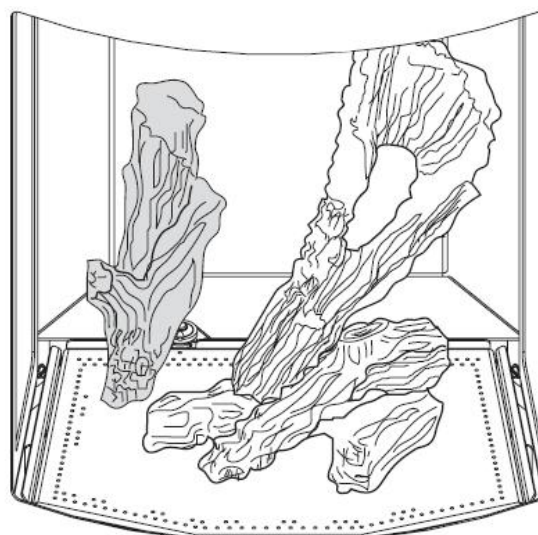

Figure 30. Insérez la bûche de gauche dans la tige arrière du plateau du brûleur.
3. Retirez la poignée de porte, tel que montré à la fig. 30. Fixez la bride frontale inférieure à la porte en utilisant les deux vis à tête creuse M6 x 20 et la clé hex. 4 mm. Réinstallez la poignée de porte sur les trous n° 2 et n° 4 pour avancer la poignée et l'aligner au panneau vitré.